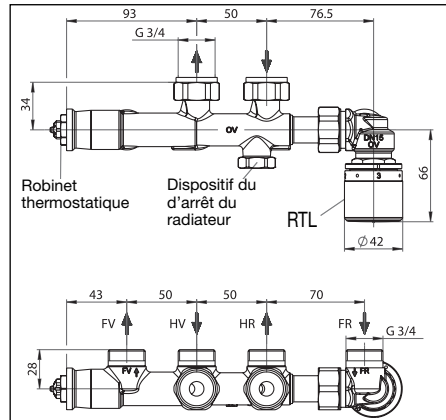
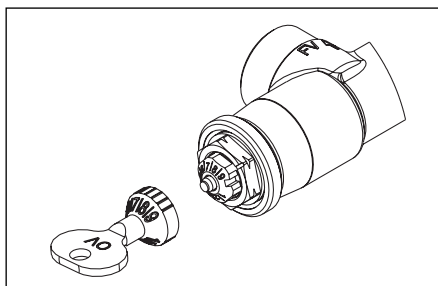

Fig. 3 Dimensions du raccord
Fig. 10 Préréglage robinet thermostatique
Monter le radiateur en respectant les dimensions de montage (fig. 3) et en tenant compte de la finition ultérieure du mur (par ex. carrelage). Couper la tuyauterie du circuit de chauffage à la longueur souhaitée. Visser le «Multiblock T-RTL» au radiateur en évitant toute contrainte mécanique (couple de 20-30 Nm) et les raccorder à la tuyauterie du circuit de chauffage à l'aide de raccords à serrage.
L'installation doit être remplie et purgée avant la mise en service. Pour cela, régler le robinet thermostatique sur la valeur maximum (préréglage '9', fig. 10). Effectuer un test d'étanchéité en respectant les pressions de service admissibles. Enduire ensuite les saignées murales.
A l'aide d'une clé plate de 13 mm ou de la clé spéciale, régler le robinet thermostatique (fig. 3) sur la valeur de préréglage calculée (fig. 10).
Régler le limiteur de température pour le retour (fig. 3) sur la valeur de consigne déterminée (réglage sortie d'usine: $3 \approx$ environ $30\text{ }^{\circ}\text{C}$).
2. Démontez le capuchon de protection du dispositif d'arrêt du radiateur (fig. 3).